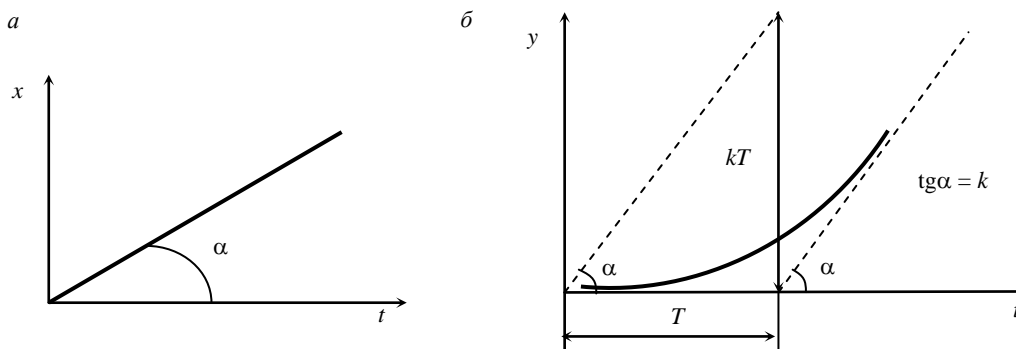

Рис. 4
**Пример 3.** Если на вход системы (пример 2) подается линейно изменяющийся сигнал (рис. 4, а), имеем
ДУ (рис. 4, б)  $y(t) = C_1 e^{-t/T} + kt - kT$